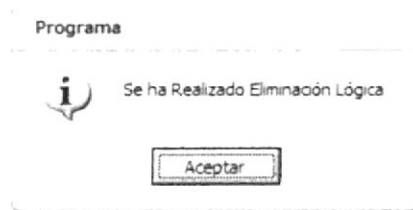

Figura 5.13 Mensaje de Eliminación de Botón
3. Si se ha realizado la eliminación aparecerá el mensaje (Ver figura 5.13)